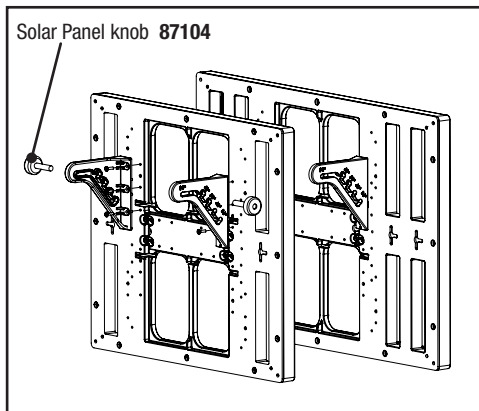

Fig. 2a
A más tardar cuando el acumulador está descargado en un 80% (solo 20% de capacidad de carga) este debe ser recargado para impedir una descarga total. La indicación del acumulador (P.33/ FIG 2a/ ①) está encendida:
⚡ ¡Utilice para el servicio en la red de 230V exclusivamente la fuente de alimentación 47PSU0010EU/UK, así como está indicado sobre la placa intermedia en el dispositivo! Tras algunos segundos se escucha un tic-tac uniforme, el dispositivo está en servicio. La indicación de tensión en el vallado (P.33/FIG.2a/ ①) se enciende al ritmo de los impulsos eléctricos. Con la fuente de alimentación se puede cargar con facilidad en servicio paralelo un acumulador de 12V conectado. En caso de interrupción de la alimentación de 230 V el dispositivo se alimenta desde el acumulador.